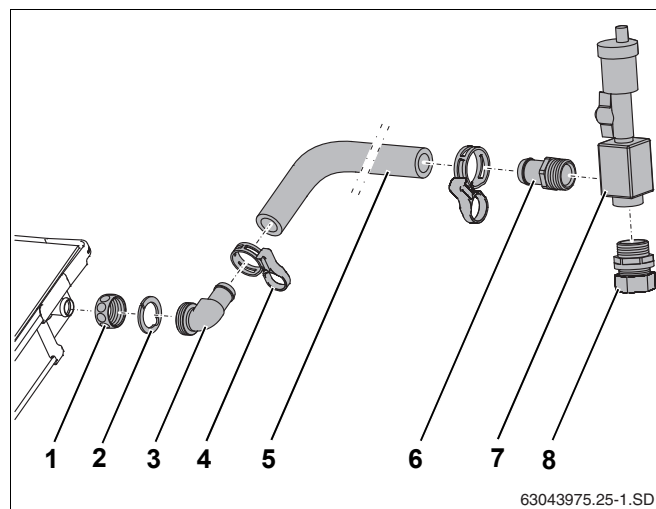

Рис. 38 Подключение шланга солнечного коллектора к штуцеры подающей линии
- ▶ Наденьте накидные гайки (рис. 38, **поз. 1**) на штуцеры коллектора.
- ▶ Уложите зажимную шайбу (рис. 38, **поз. 2**) за выступ штуцера коллектора и нажмите на неё.
- ▶ Выровняйте наконечник с кольцом (рис. 38, **поз. 3**) и затяните накидной гайкой.
- ▶ Наденьте длинный шланг (1000 мм, рис. 38, **поз. 5**) на угловой наконечник и закрепите пружинным хомутом (рис. 38, **поз. 4**).
- ▶ Приверните наконечник R $\frac{3}{4}$ с кольцом (рис. 38, **поз. 6**) и двойной ниппель с кольцом (рис. 38, **поз. 8**) к воздухоборнику (рис. 38, **поз. 7**).
- ▶ Вставьте наконечник шланга (рис. 38, **поз. 6**) до упора в шланг солнечного коллектора и закрепите пружинным хомутом.
- ▶ Подключите сборную линию к резьбовому соединению с зажимным кольцом (рис. 38, **поз. 8**).